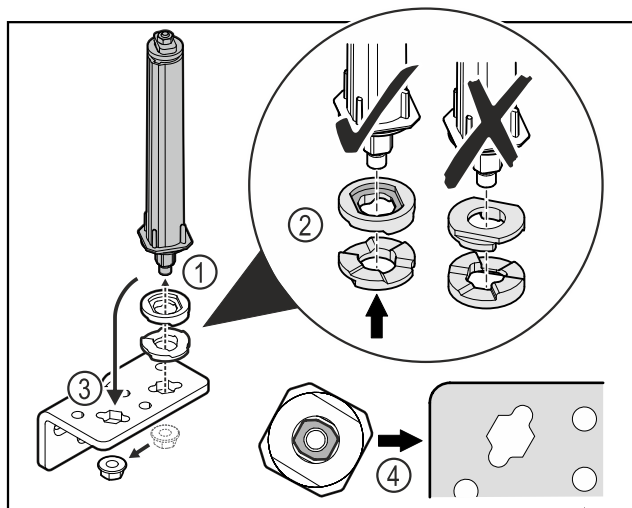

Fig. 37
- ▶ Отпустите гайку и демонтируйте систему закрытия двери Fig. 37 (1).
- ▶ Учитывайте правильность выравнивания шайб для регулировки высоты Fig. 37 (2).
- ▶ Переставьте систему закрытия двери в шарнирном уголке и зафиксируйте гайкой Fig. 37 (3).
- ▶ При установке учитывайте правильность выравнивания системы закрытия двери Fig. 37 (4).